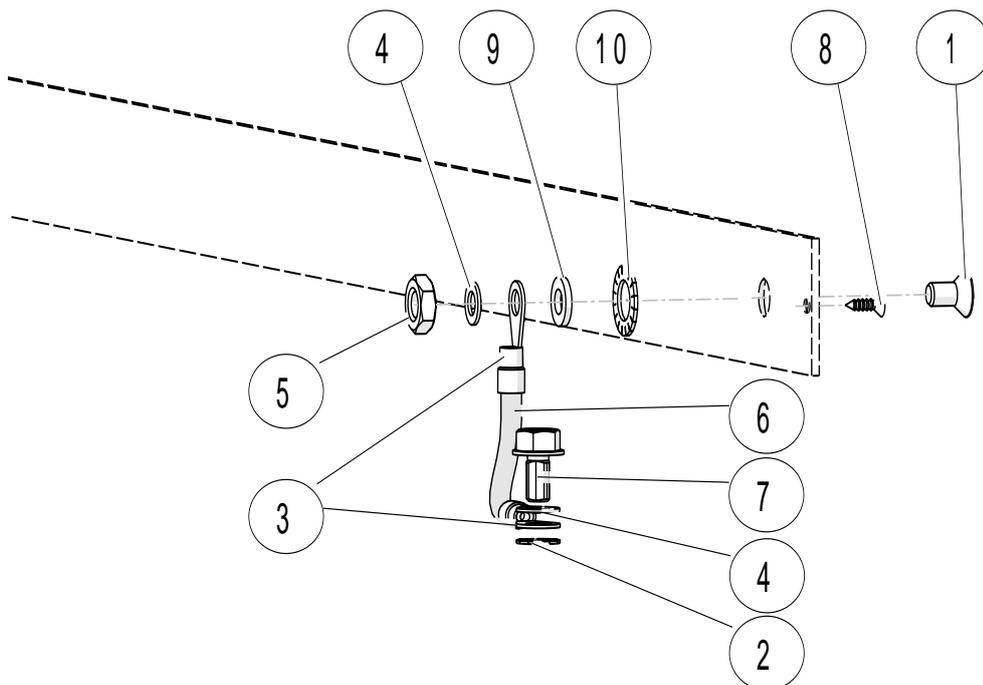

Abb. 1: Leitungssatz PE (08-L020-0255)
- Die EJOT PT Schrauben K30X8 WN1423 (siehe Pos. 8 in Abb. 1) sind im Lieferumfang Leitungssatz PE (siehe Kapitel 2) enthalten
- Den Leitungssatz PE mit der Senkschraube DIN 7991 (Pos. 1), der Scheibe DIN 125 A6,4 GA (Pos. 9) und Fächerscheibe A10,5-FD.ST DIN6798 (Pos. 10) sowie der Sperrkantscheibe (Pos. 4) in richtiger Reihenfolge am Positionierband-Profil (siehe Abb. 1) montieren. Anzugsdrehmoment für Senkschraube DIN 7991: 8,8 Nm